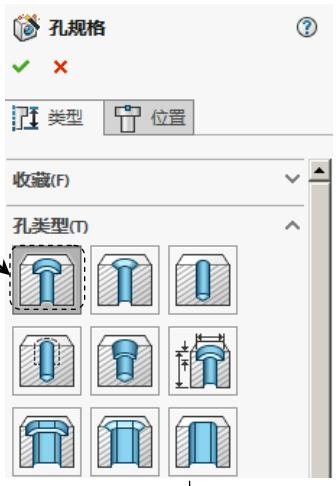

图 5.23.15 “孔规格”对话框
(3) 孔的类型及参数如图 5.23.15 所示。
(4) 单击“孔规格”对话框中的 按钮，完成沉孔 1 的创建。